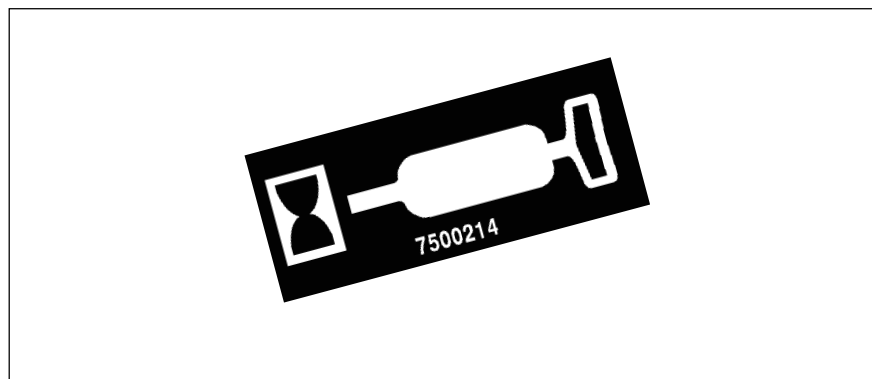

Fig.12 - Décalcomanies des points de lubrification de la machine
- ☐ Une lubrification régulière est la garantie la meilleure afin de prévenir les défaillances et les réparations. *(Fig.12)*